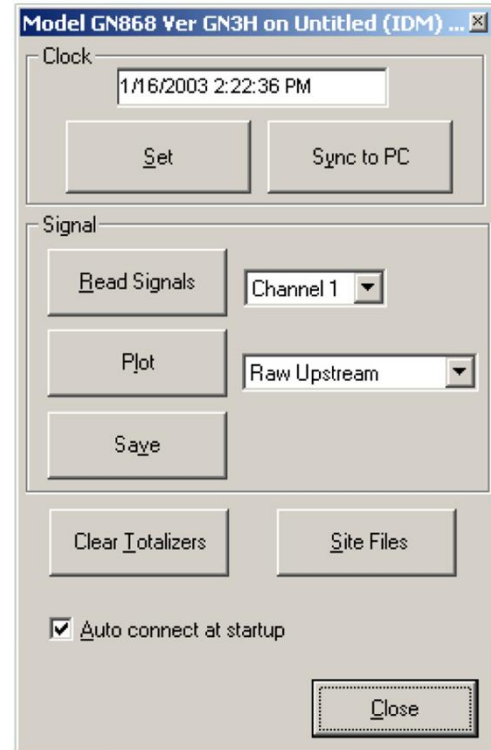

Figura 28: Opciones de señal activa en la ventana de propiedades
1. Haga clic en el botón *read signals* (*leer señales*). (Si el medidor es un instrumento multicanal, abra el menú desplegable de canales y haga clic en el canal deseado). Tras un instante, la ventana *properties* (*propiedades*) aparece similar a la figura 28.